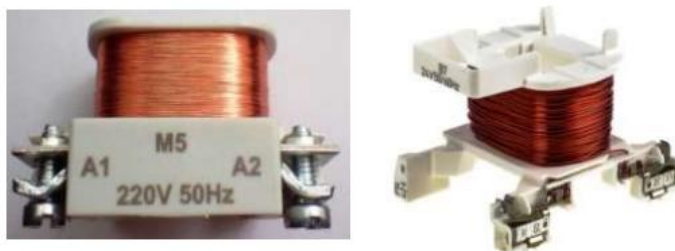

Fig. 3 Bobine ale contactoarelor magnetice
a. Bobina contactorului (Fig. 3) – este construită din mai multe spire din conductor din cupru bobinate pe o carcasă electroizolantă și este prevăzută cu două contacte pentru conectare în circuit. Bobina este plasată între cele două miezuri magnetice. Bobina are rolul de a cupla contactorul când este alimentată cu tensiune. Bobinele contactoarelor se construiesc pentru circuite de curent alternativ și curent continuu pentru o gamă largă de tensiuni: 24 V, 48 V, 110 V, 230 V, 380 V.